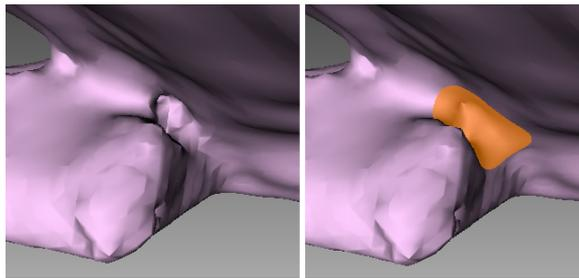

Abbildung 82: Vor dem Glätten (links) und Glätten eines mangelhaft aufgenommenen Bereiches (rechts).
6. **LMB** gedrückt halten und den Flächen-Bereich überstreichen, der geglättet werden soll. Das Werkzeug glättet die betroffenen Bereiche (siehe Abb. 82, rechts).